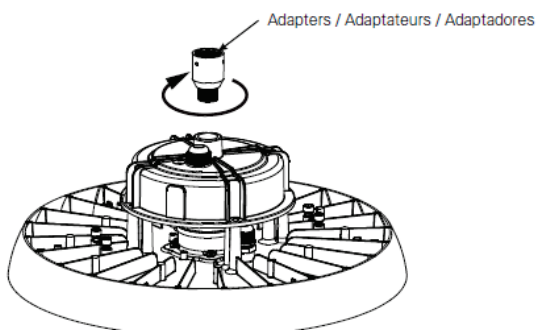

Figure 11
1. Utiliser un tuyau nominal de 1,050 mm (3/4 po diam. hors-tout) de série 40 avec une extrémité fileté (NPS 14 filets par pouce) et la quincaillerie appropriée pour le raccorder à l'adaptateur de montage optionnel. Voir la fiche technique pour numéro de catalogue/produit de l'adaptateur pour la commande. Voir la figure 11.